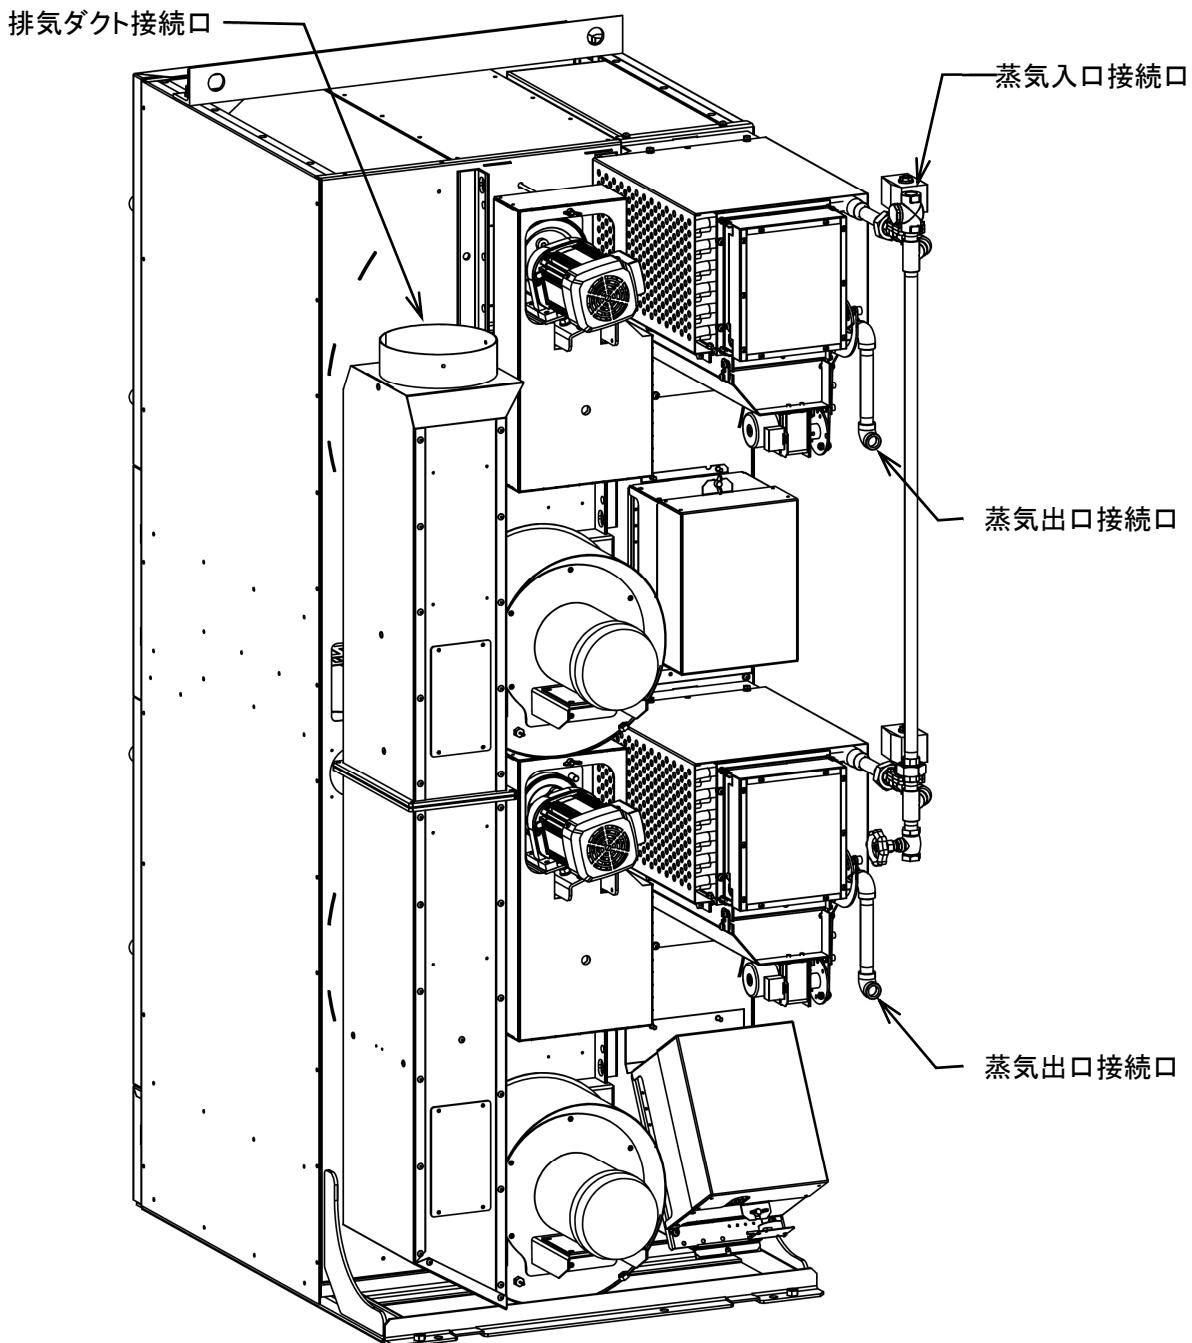

図 5-1
- 蒸気入口接続口及び蒸気出口接続口に配管を接続します。(図 5-1)
- ・ 排気ダクト接続口にダクトを接続します。外形は $\phi 198\text{mm}$ です。(図 5-1)